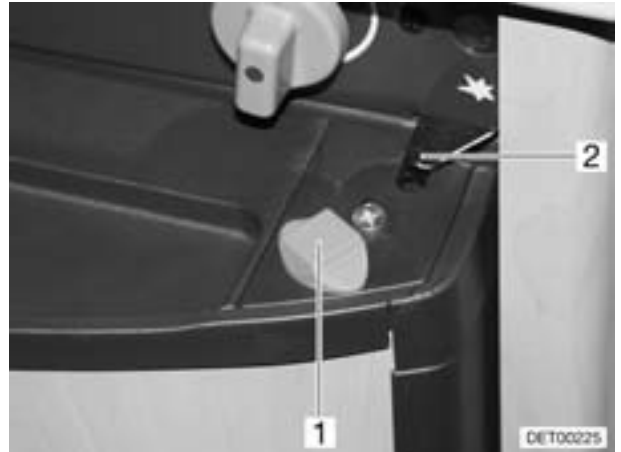

Bild 157 Kühlschranktür in Lüftungsstellung (Variante 2)
- Verriegelung (Bild 157,1) nach außen drehen, so dass die Arretierung (Bild 157,2) innen einrastet. Die Kühlschranktür bleibt damit leicht geöffnet.